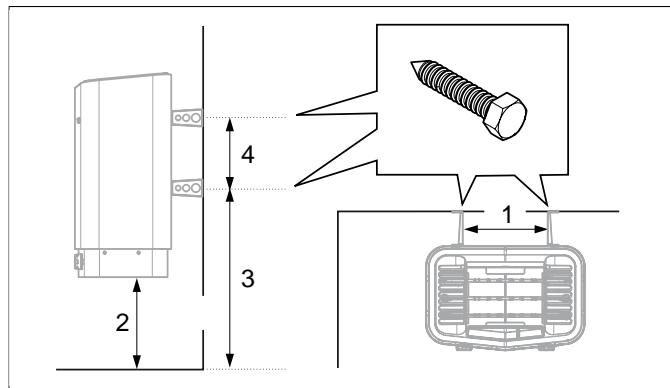

Fig 8: Måtsättning
7. Placer konsolskruvorna enligt måtsättning se **Fig 8**, sidan 4.